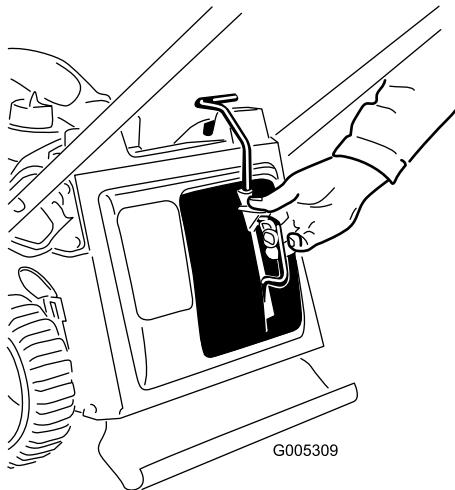

Bild 31
- Setzen Sie den Mulchverschluss ein (Bild 31).